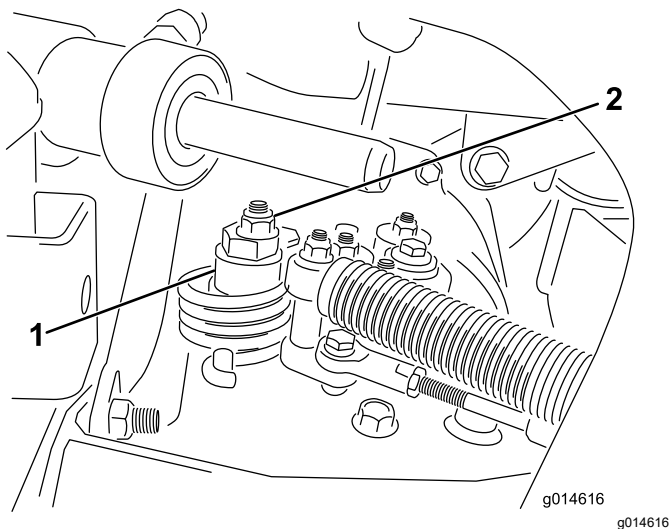

Figura 38
A. Allentate il dado che fissa l'eccentrico alla parte superiore dell'igrostatò (Figura 38).
C. Fate girare l'eccentrico finché non riscontrate movimenti in alcuna direzione. Quando la ruota cessa di girare, serrate il dado di bloccaggio dell'eccentrico per mantenere la messa a punto (Figura 38). Verificate la regolazione portando l'acceleratore in posizione di MINIMA e MASSIMA.